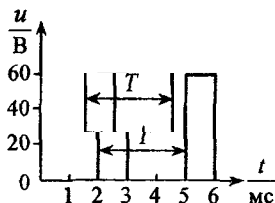

Рис. 4.16
**Задача 4.27.** Форма измеряемого напряжения показана на рис. 4.16.